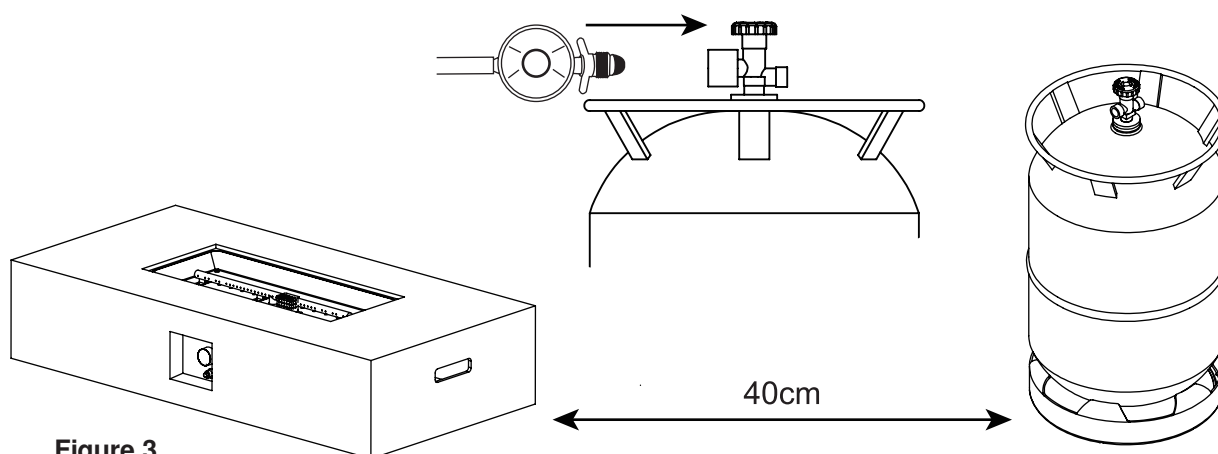

Figure 3
4. Spojite regulator na ventil boce i dobro zategnite (vidi Figure 3).